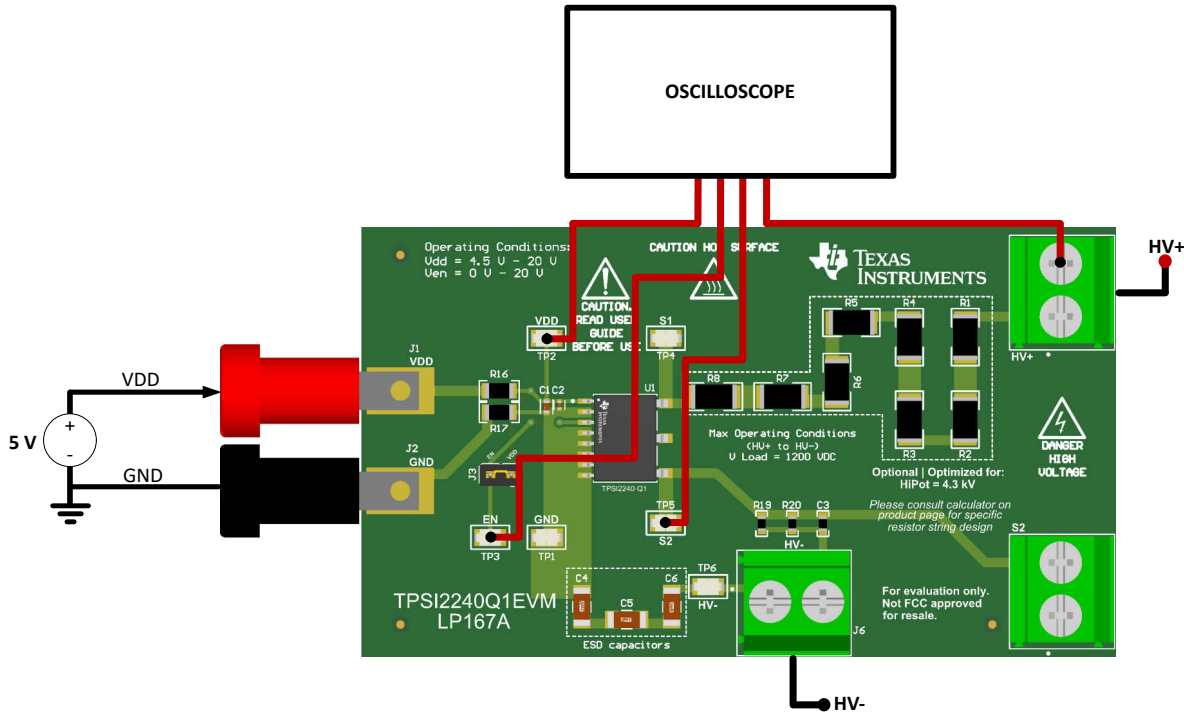

图 3-1. TPSI2240Q1EVM 测试设置
**重要说明：** 图 3-1 中所示的设置假设高压和低压接地 (GND 和 HV-) 短路，以便能够安全地捕获示波器。在此配置中，绕过 TPSI2240-Q1 器件中的隔离栅。要评估具有隔离栅的器件，请使用差分示波器探头并保持高电压和低电压接地分离。